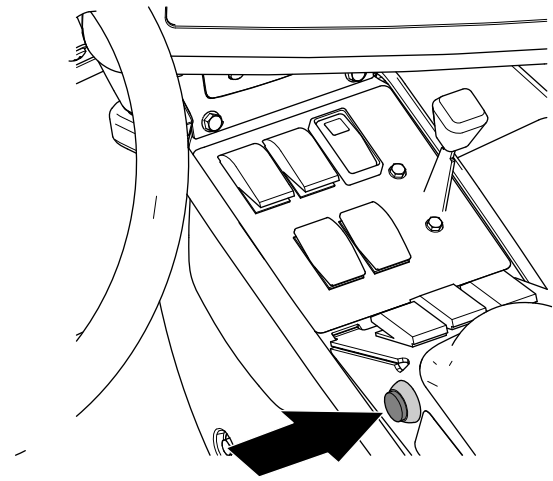

Figura 163
7. Na máquina, pressione o interruptor da secção principal na posição LIGAR (Figura 163).